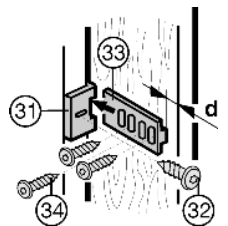

Fig. 19
- ▶ Соединительную деталь дверцы *Fig. 19 (31)* закрепите винтом *Fig. 19 (32)*, при этом обратите внимание на положение ручки.
- ▶ При полностью открытой дверце: Вставьте соединительную шину дверцы *Fig. 19 (33)* и привинтите к дверце шкафчика винтами *Fig. 19 (34)*. При этом соблюдайте расстояние *d* (толщина стенки кухонного шкафчика).